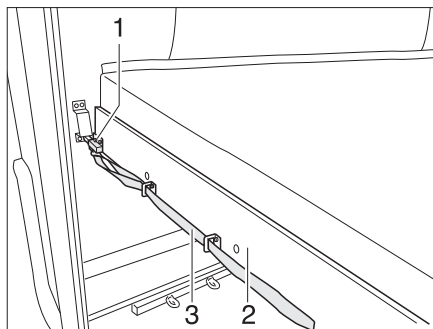

Fig. 176 Litera (parte trasera)
- Tirar del lazo (Fig. 176,3) y soltar el pestillo (Fig. 176,1).
- Tirar el somier (Fig. 176,2) junto con el colchón hacia delante hasta que engatille.